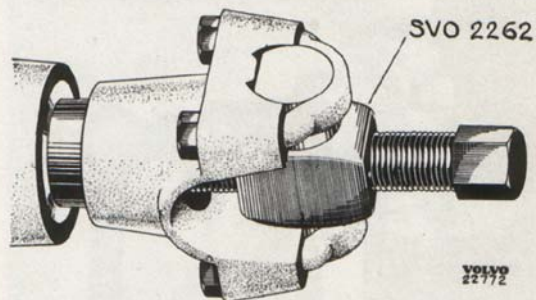

Bild 15. Demontering av medbringare.
2. Lossa muttern för medbringaren. Använd därvid nyckel SVO 2409 som mothåll, se bild 14. Drag av medbringaren. Använd avdragare SVO 2261 för runda och SVO 2262 för övriga medbringare, se bild 15.
Lossa muttern för medbringare. Använd därvid verktyg SVO 2409 som mothåll, se bild 14. Drag av medbringaren. Använd avdragare SVO 2261 för runda och SVO 2262 för övriga medbringare, se bild 15.